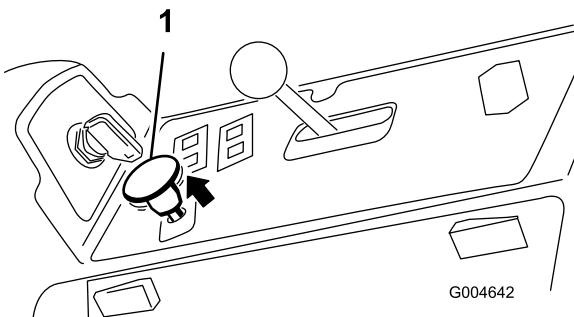

Figura 23
- Tire del mando de la toma de fuerza para engranarla (Figura 23).